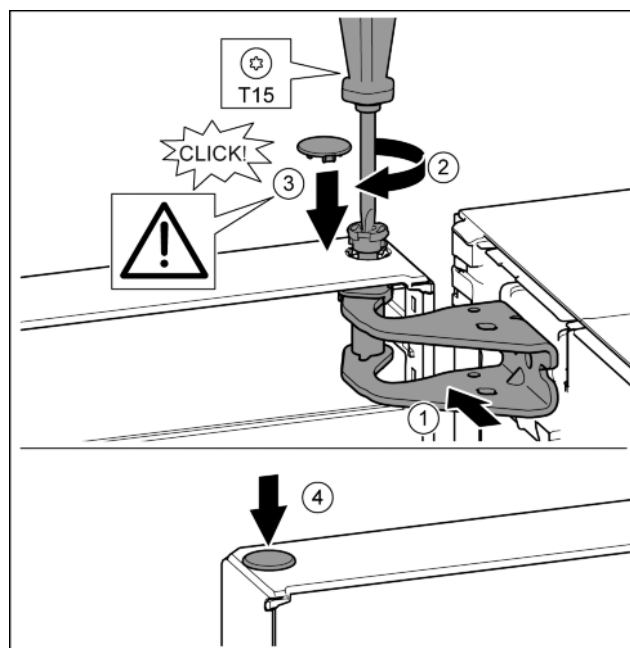

Fig. 17
- ▶ Poravnajte gornja vrata prema otvoru u podlošku ležaja. Fig. 17 (1)
- ▶ Umetnite svornjak i zavijte odvijačem T15. Fig. 17 (2)
- ▶ Montirajte sigurnosni pokrov radi osiguranja vrata: Umetnite sigurnosni pokrov i provjerite naliježe li na vrata. U protivnom u potpunosti umetnite svornjake. Fig. 17 (3)
- ▶ Umetnite čep. Fig. 17 (4)